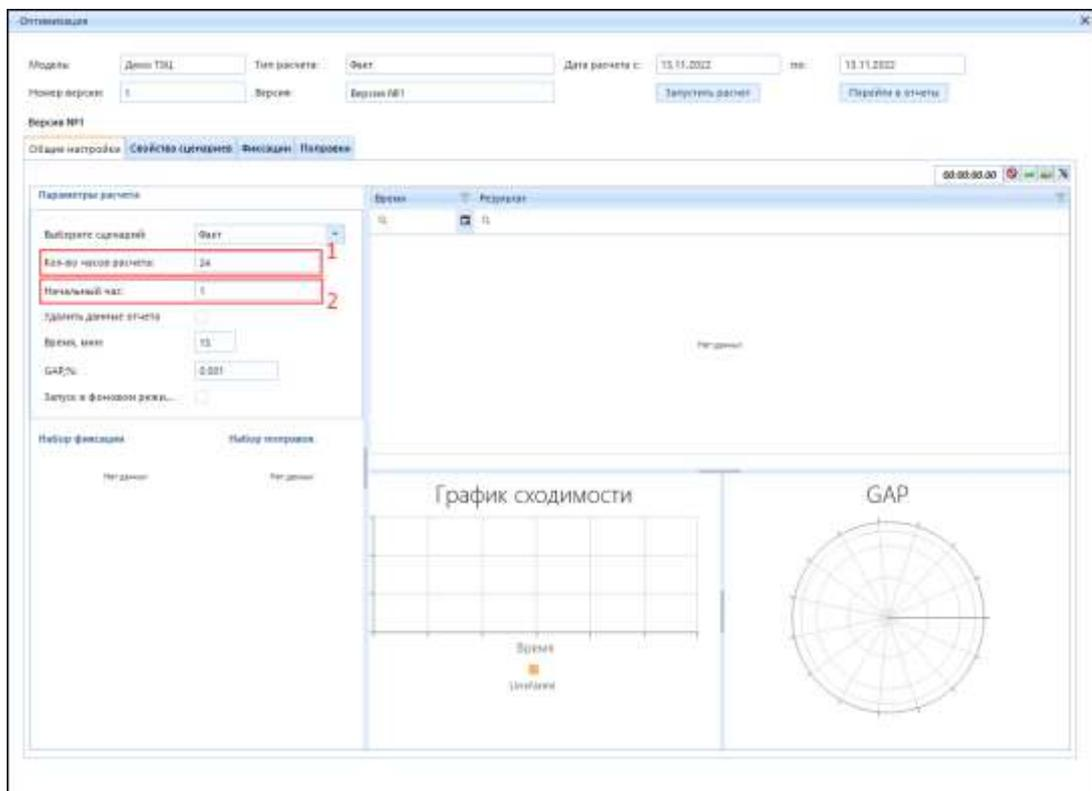

Рисунок 3.4.32 – Окно «Оптимизация» параметры расчета
Также для некоторых типов расчета доступно изменение количества часов расчета (1), и начальный час (2) (рис. 3.4.32).